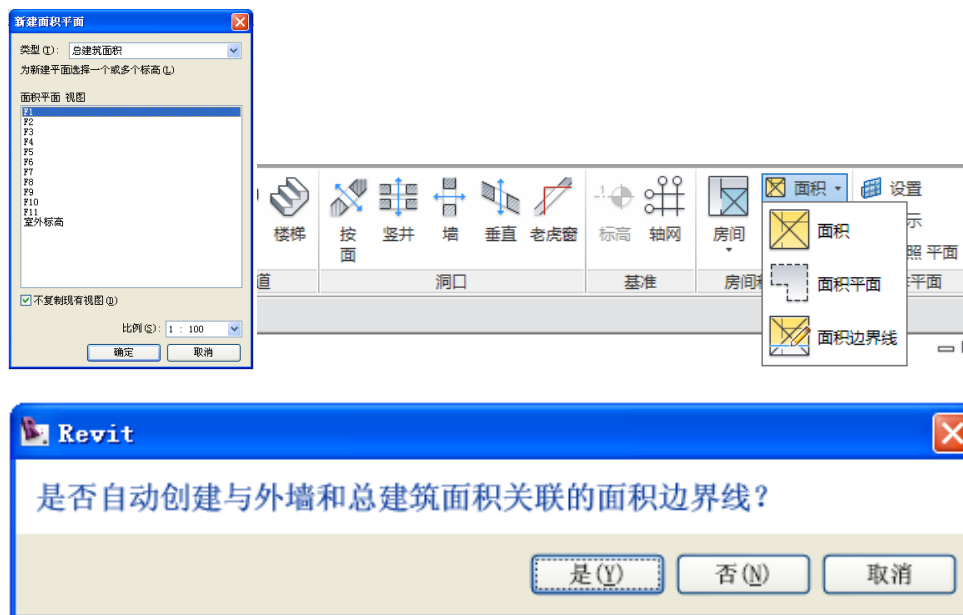

图 6-62
- 2) 点击“常用”选项卡>“房间和面积”面板>“面积”工具，在下拉菜单中点击“面积平面”按钮，在弹出的新建面积平面对话框中修改类型为“总建筑面积”，然后再视图选择框中选择 F1，点击确定完成，当弹出图示对话框时，选择“否”（如图 6-62 所示）。